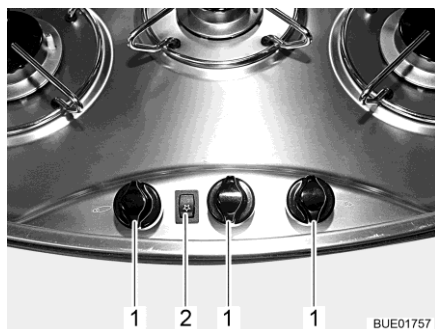
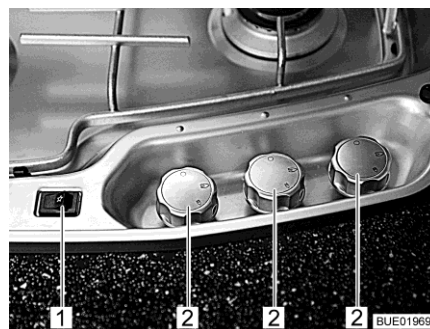

Fig. 234 Boutons de commande pour le réchaud à gaz
Fig. 235 Boutons de commande pour le réchaud à gaz (alternative)
- Tourner le bouton tournant (Fig. 234,1 ou Fig. 235,2) du point de cuisson désiré en position d'allumage (grande flamme).
- Appuyer sur le commutateur à bascule (Fig. 234,2 ou Fig. 235,1). Le brûleur produit des étincelles.